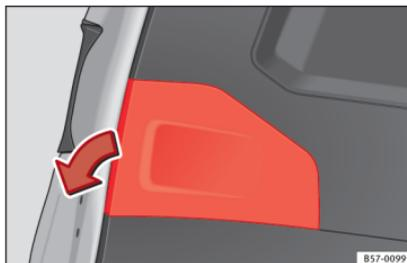

Abb. 109 Gepäckraumklappe geöffnet: Abdeckung entfernen.
1. Nehmen Sie die Gepäckraumklappe in Pfeilrichtung ab » **Abb. 109**.